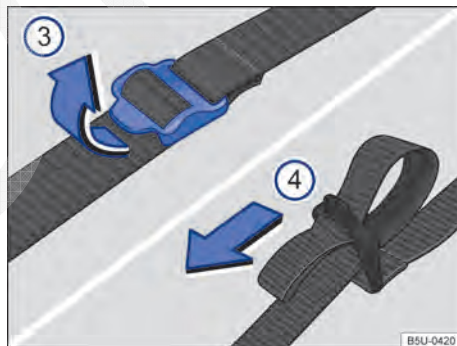

Fig. 157 Cintas de fixação da bolsa das ferramentas de bordo.
- Puxar as fivelas da cinta de fixação no sentido da seta → Fig. 157 ③.
- Puxar firmemente as cintas ① pelas alças no sentido da seta → Fig. 157 ④ para fixar a bolsa das ferramentas de bordo.